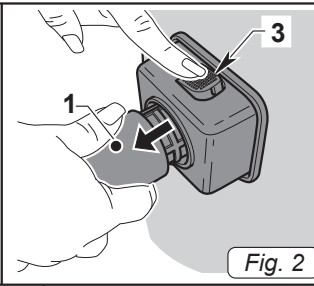

Fig. 2
- Per sganciare il manicotto (1 Fig. 2) premere e mantenere premuto il pulsante (3 Fig. 2) quindi tirare verso l'esterno il manicotto (1 Fig. 2).